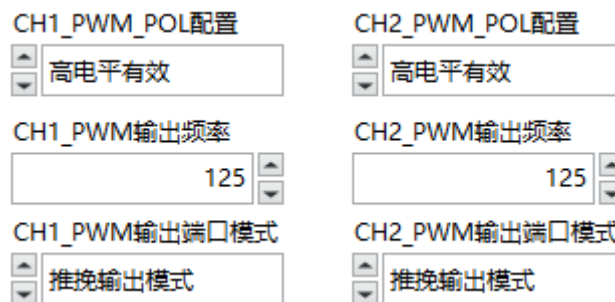

图 4.2.16 PWM 参数配置
- PWM 编程界面中有独立的 PWM 波形参数选项，其中包括有效电平配置、输出频率及端口输出模式。各参数可在图 4.2.16 对应的输入/选择框中选择需要的参数后与多点编程参数一起烧写入芯片中。参数具体含义及范围请参阅我司发布的本产品规格书。